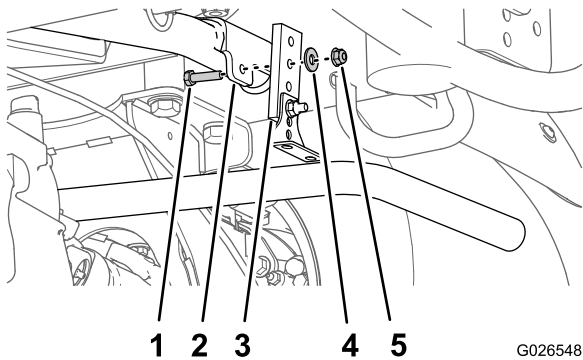

Figura 3
2. No olhal da placa de montagem, remova o parafuso, a porca e a anilha que fixam o gancho de escape ao olhal e remova o gancho de escape (Figura 3).